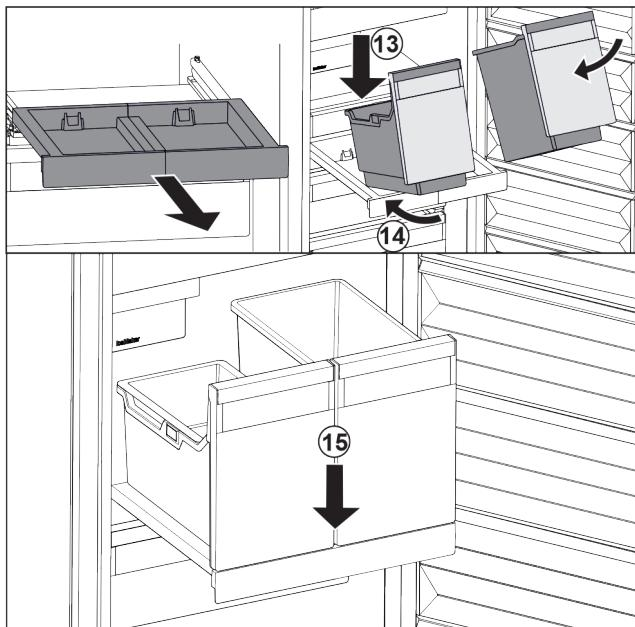

Fig. 105
- Behälter schräg auf das Auszugsbord aufsetzen. Fig. 105 (13)
- Behälter schräg nach hinten einschieben. Fig. 105 (14)
- Behälter vorne absetzen. Fig. 105 (15)